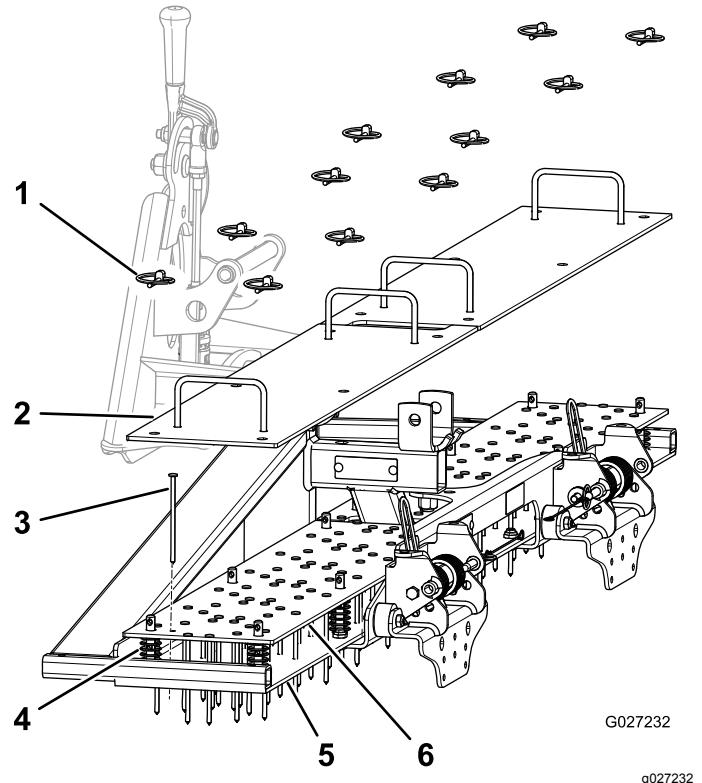

Figura 8
- Montate le piastre dei chiodi (Figura 8).
- Montate i chiodi (Figura 8).
- Montate le piastre superiori (Figura 8).
- Spostate le piastre superiori nella posizione desiderata e montate gli acciarini (Figura 8).